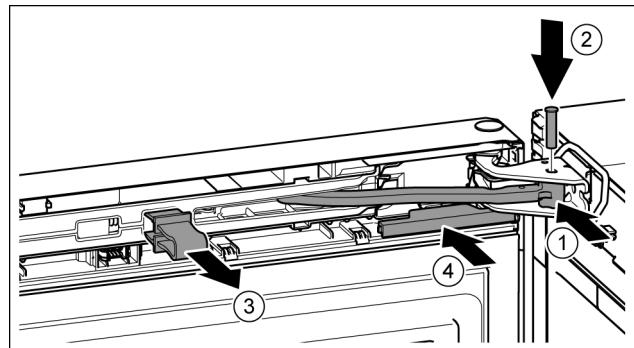

Fig. 42
- Gire la articulación en el soporte de cojinete. Fig. 42 (1)
- Introduzca el perno en el soporte de cojinete y la articulación. Preste atención a que el saliente de retención descance correctamente en la ranura. Fig. 42 (2)
- Retire el seguro. Fig. 42 (3)
- Desplace la cubierta. Fig. 42 (4)